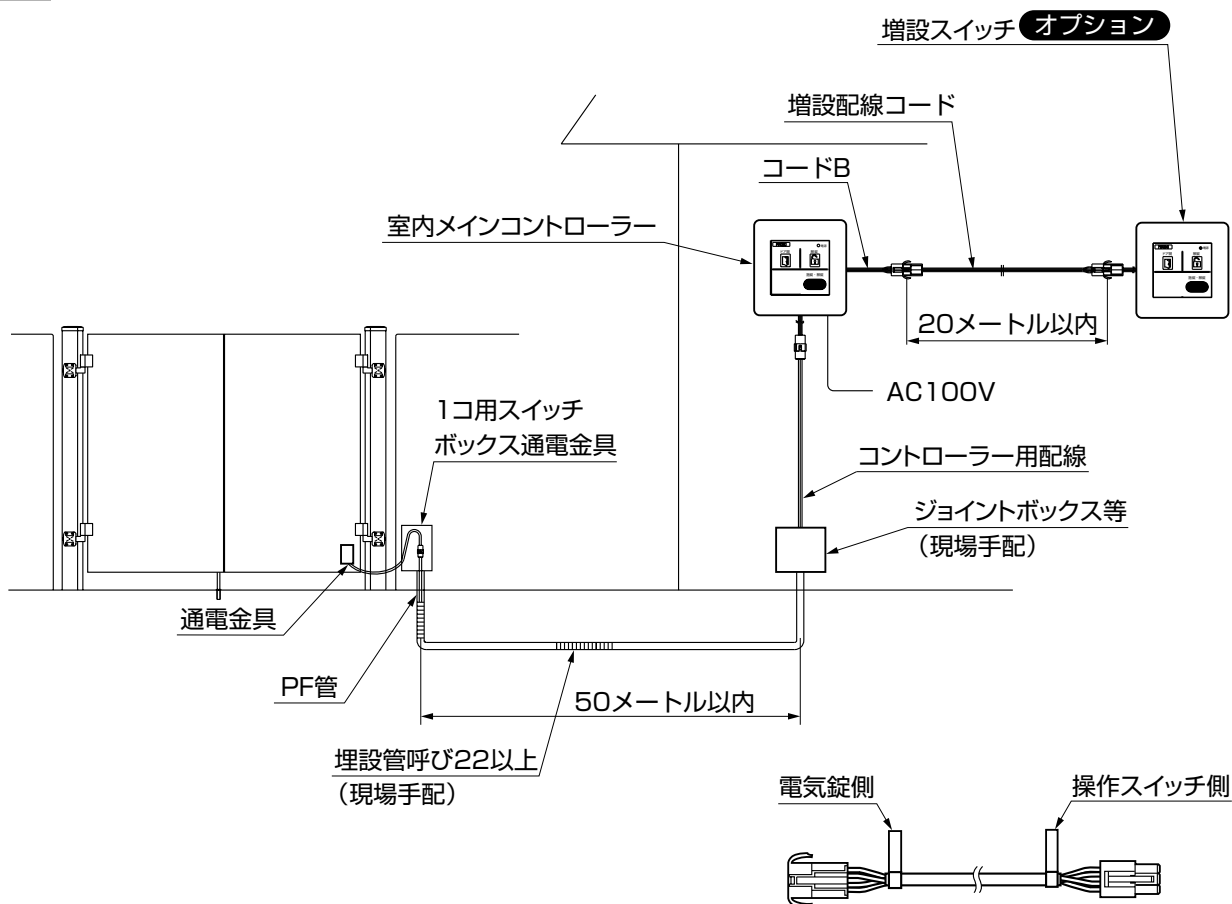

図1-1 コントローラー用配線
- コントローラー用配線には、方向がありますので埋設する際、注意してください。（図1-1参照）